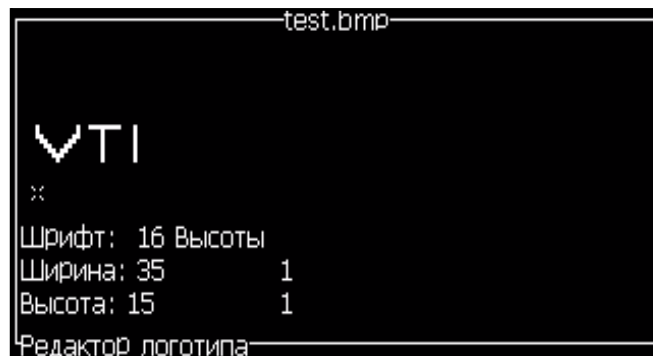

Рисунок 5-62: Логотип в окне меню
- 10 Нажмите кнопку “Enter” (ввод), и в окне меню появится логотип (смотрите Рисунок 5-62 на странице 5-65).